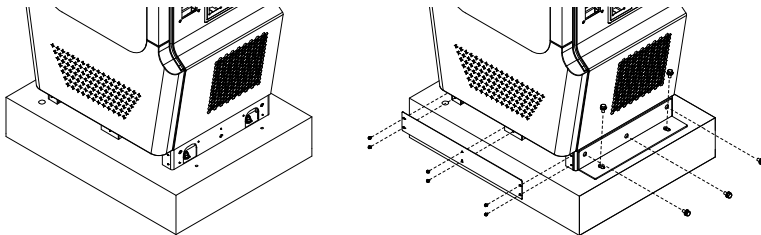

Abbildung 17. Installation der L-Halterung
6) Befestigungsmethode 2: Bohren Sie vier M 12-Bolzenankerlöcher, um die 2 L-Bügel zu verwenden, die im Zubehörpaket enthalten sind. Siehe Abbildung 17.
- 1) Befestigen Sie die L-Bügel mit 4 M12-Bolzenankern. Siehe Abbildung 17.